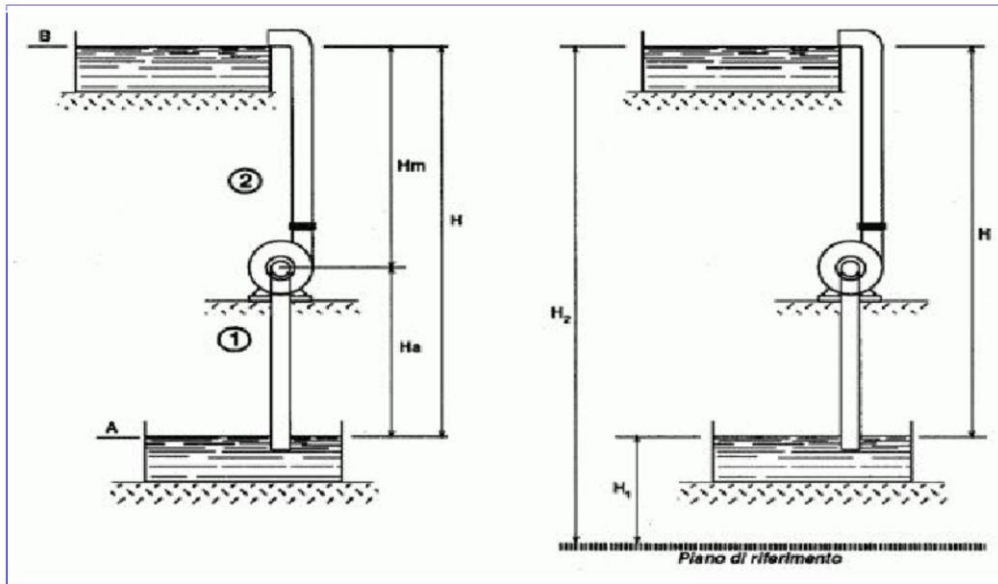

Figura 1 Schema di funzionamento di un impianto di sollevamento d'acqua a mezzo pompa e riferimenti per il calcolo della prevalenza.
- prevalenza geodetica H la differenza tra i livelli del liquido alla mandata e all'aspirazione (Figura 1).